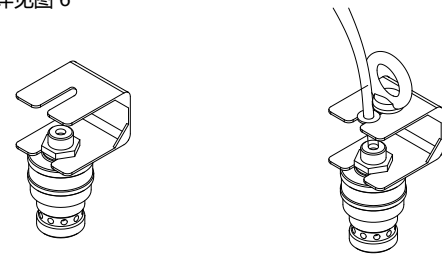

图 6 传感器支架安装图
6. 传感器支架安装说明: 将传感器部分安装在传感器支架上用 M20*1.5 的螺母进行固定。同时将吊环安装在传感器安装支架上用 M10 螺母进行固定。详见图 6